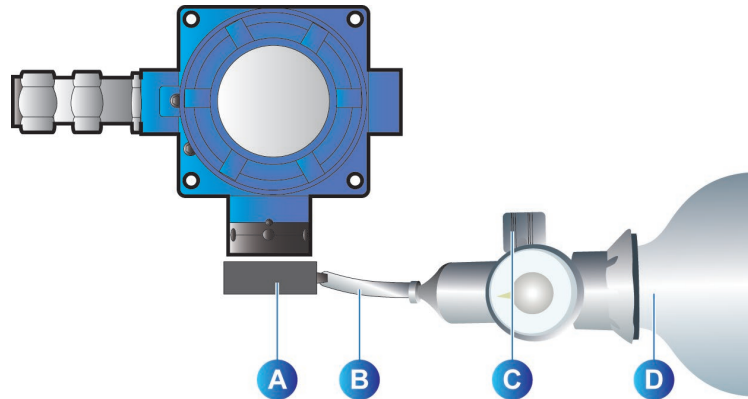

Figura 12: regolazione dello zero e della sensibilità: OLC 100
2. Collocare la protezione di calibrazione sul sensore di rilevamento (Figura 12, rep. A)